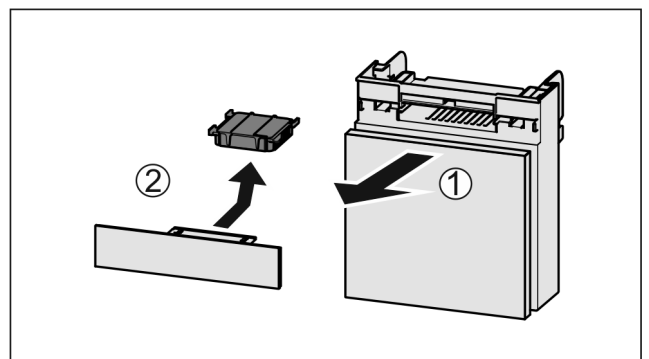

Fig. 140
- Extraire le compartiment par l'avant Fig. 140 (1).
- Sortir le filtre à charbon actif Fig. 140 (2).